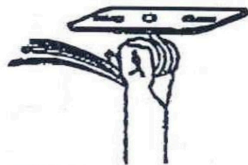

FIGURA 4
- 2- Verificar se o amortecedor de borracha fica bem apertado, impedindo que as diferentes peças metálicas possam entrar em contacto (ver Figura 4).